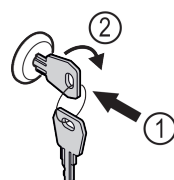

Fig. 202
- Introducir la llave. Fig. 202 (1)
- Girar la llave 90° en sentido horario. Fig. 202 (2)